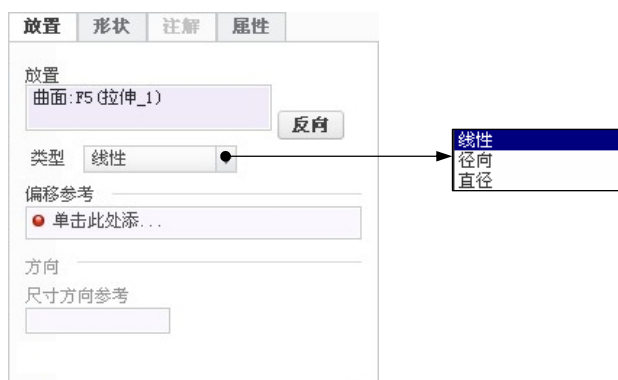
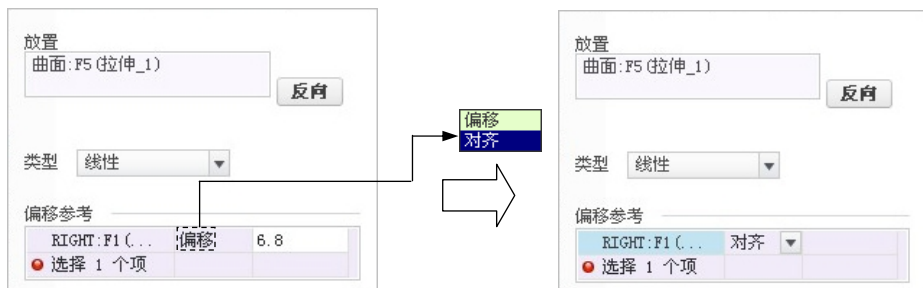

图 5.14.4 “放置”界面
图 5.14.5 定义第一线性参考
(2) 定义孔放置的方向。单击图 5.14.2 所示的操控板中的 **放置** 按钮，系统弹出图 5.14.4 所示的界面，单击该界面中的 **反向** 按钮，可改变孔的放置方向（即孔放置在放置参考的另一边）。本例采用系统默认的方向，即孔在实体这一侧。
(4) 定义偏移参考及定位尺寸。单击图 5.14.4 中的 **偏移参考** 下的“单击此处添...”字符，然后选取 RIGHT 基准平面为第一线性参考，将距离设置为 **对齐**，如图 5.14.5 所示； 按住